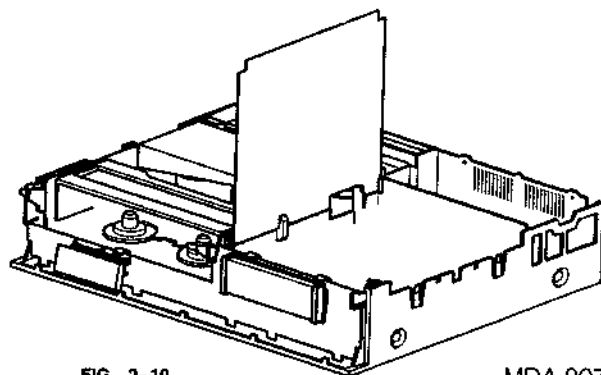

FIG. 2-10
- Plaats P615 nu vertikaal in de daarvoor bestemde sleuven (zie fig. 2-10).